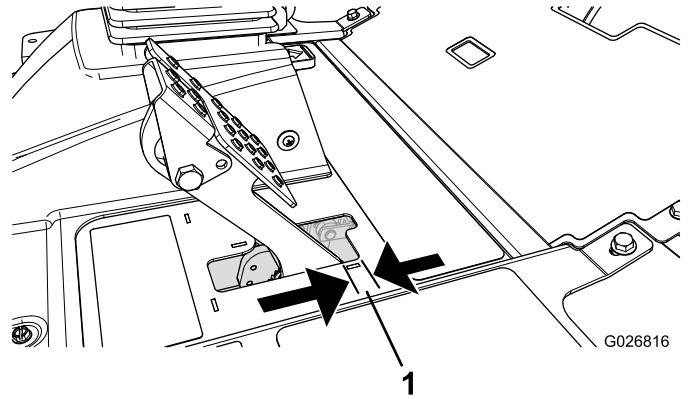

Figura 71
Ajuste los frenos si el pedal de freno tiene más de 2,5 cm de holgura (Figura 71), o cuando se necesite más fuerza para frenar. La holgura es la distancia que recorre el pedal de freno antes de notarse una resistencia de frenado.
2. Apriete la tuerca trasera para mover el cable hacia atrás hasta que los pedales de freno tengan una holgura de 0,63 a 1,27 cm (Figura 71) antes de bloquearse las ruedas.